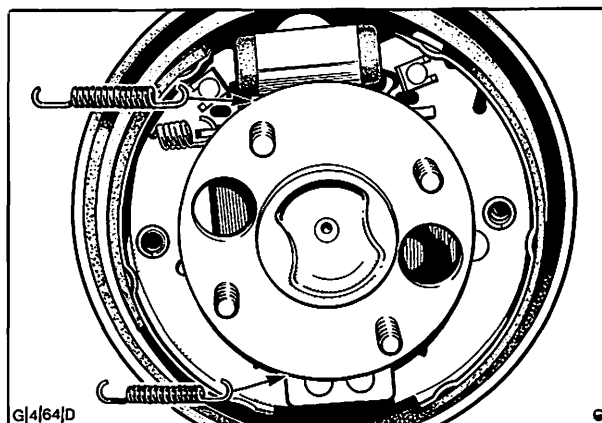

Abb. 46 Einbaulage der Bremsbacken-Rückzugfedern
15. Rückzugfedern mit dem Drahhaken (siehe Arbeitsgang 3) anbringen, Abb. 46, dabei die stärkere Feder neben dem Radbremszylinder einhängen.